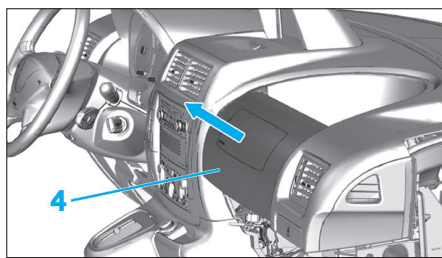

Fig. 5
- Dégager puis déposer l'airbag passager (4) (Fig.5)